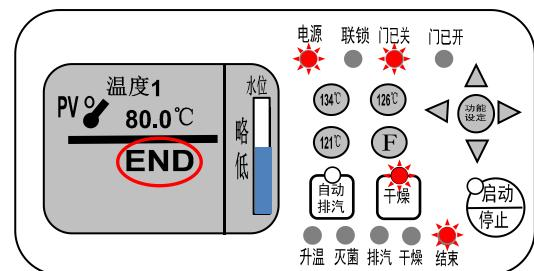

图 21
2. 干燥结束后排汽至灭菌室内温度低于 90°C 后，联锁解锁，显示屏出现“END”，所有运行程序结束（图 21）。